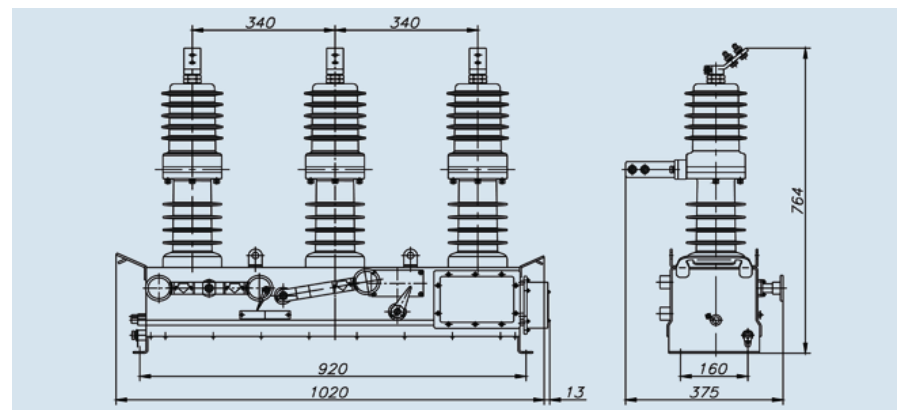

Рис. 6.1 Выключатель без трансформатора тока
- 6.1 Выключатель без трансформатора тока (см. рис. 6.1)